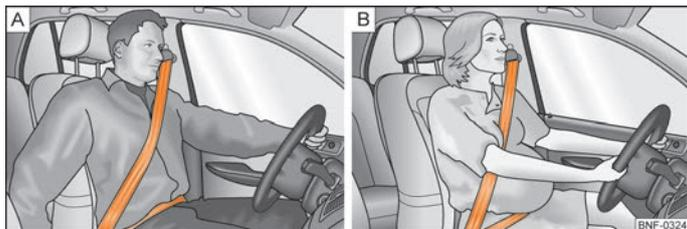

Abb. 75 **A** - Gurtrandverlauf des Schulter- und Beckengurts / **B** - Gurtrandverlauf bei schwangeren Frauen
- Der Schultergurt-Teil darf niemals über den Hals verlaufen, sondern muss ungefähr über die Schultermitte verlaufen und gut am Oberkörper anliegen. Der Beckengurt-Teil muss vor das Becken gelegt werden, darf nicht über den Bauch verlaufen und muss immer fest anliegen ⇒ Abb. 75 - **A**.
- Bei schwangeren Frauen muss der Beckengurt-Teil möglichst tief am Becken anliegen, damit kein Druck auf den Unterleib ausgeübt wird ⇒ Abb. 75 - **B**.